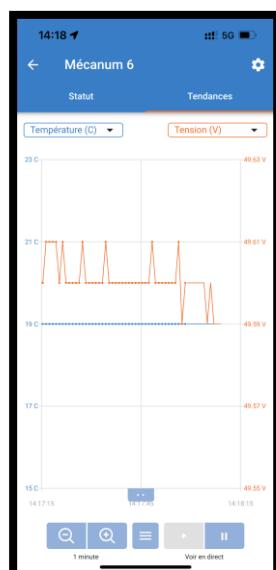

Fig.3
- L'onglet TENDANCES permet de consulter l'historique des recharges et utilisation du MECANUM (Fig. 3)